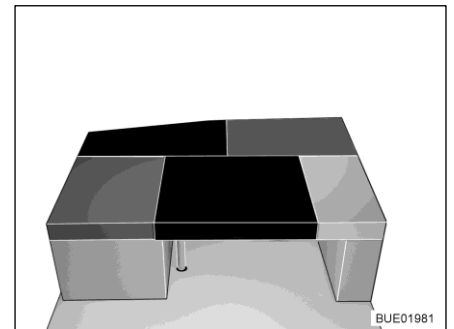

Fig. 155 Después de la transformación
- Colocar el cojín adicional rectangular en la mesa (entre el cojín del asiento y el cojín del respaldo del asiento lateral, véase Fig. 155).